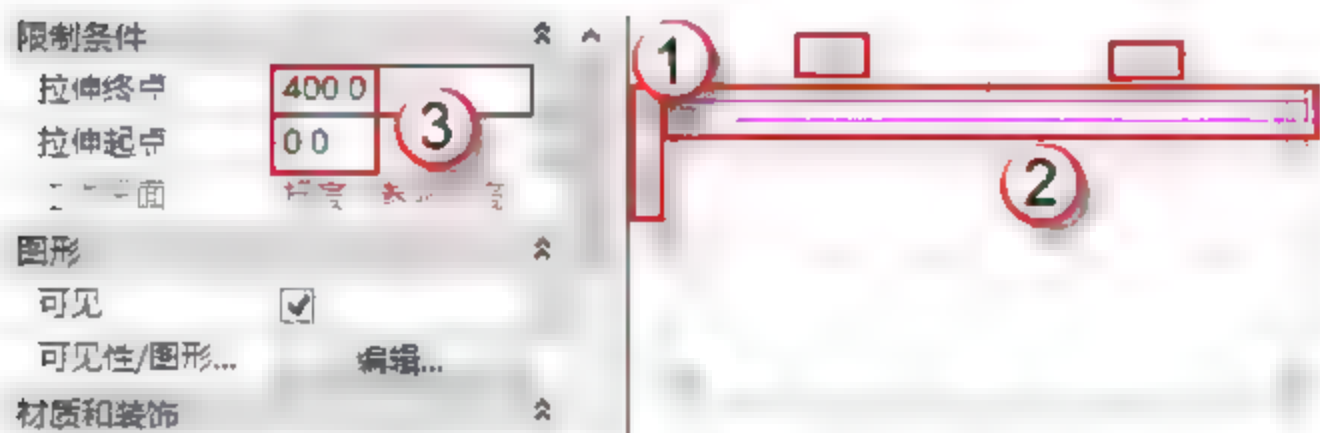

图 8.2.10 绘制挡板
(10) 挡板 (是长度为 2000mm, 厚度为 60mm, 高度为 400mm 的板)。返回到“楼层平面-参照标高”平面, 按快捷键 C+O 绘制参考线。选择“创建”→“拉伸”→“矩形框”命令, 绘制图框, 在“属性”面板中编辑“拉伸起点”和“拉伸终点”的数值 (0, 400), 然后单击 ✓ 按钮, 如图 8.2.10 所示。